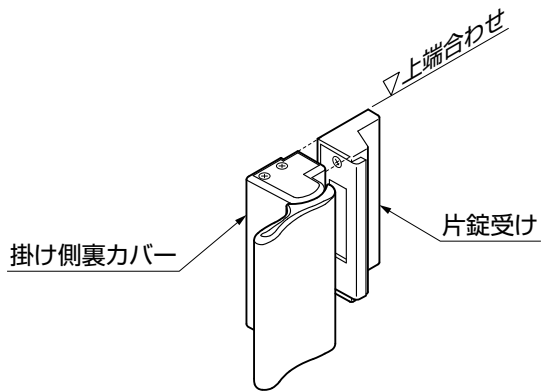

図3-4
- 片錠受け高さは、片錠受けの上端面と錠掛け側機構部の上端面との高さ合わせた位置で固定してください。(図3-4参照)